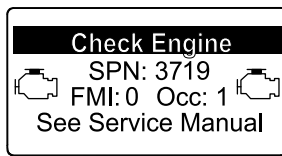

Bild 56
- Motorwarnung SPN 3719, FMI 0 (Bild 56)